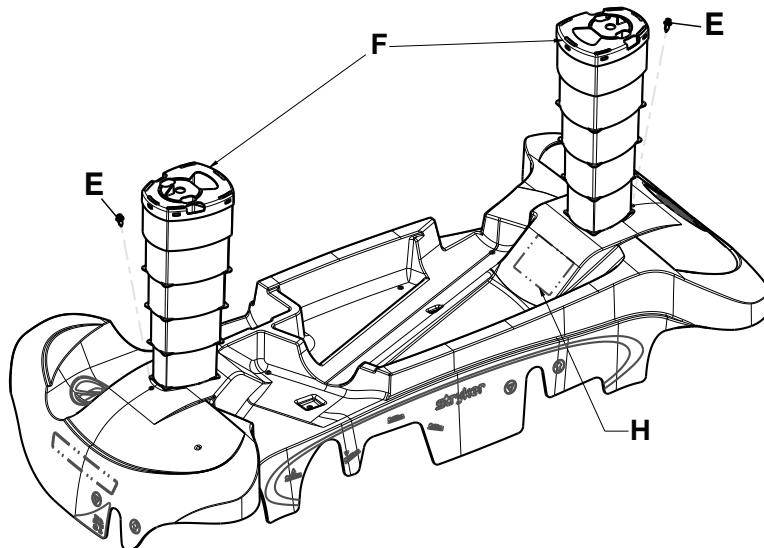

Figure 62 – Retrait du capot
14. À l'aide d'un tournevis cruciforme n° 2, retirer les ensembles scrulok (E) qui fixent le capot au support de capot, le cas échéant (Figure 62). Mettre les ensembles Scru-Lok de côté.
20. À l'aide d'un tournevis cruciforme n° 2, installer l'ensemble scrulok (E) (retiré à l'étape 14) qui fixe le capot à son support. (Figure 62).
21. Apposer l'étiquette fournie (H) sur le capot de base à l'emplacement précisé.
22. Installer les soufflets (F) (retirés à l'étape 15) par-dessus la tige de vérin aux deux extrémités du produit. Faire passer les soufflets par le trou dans le capot pour les fixer au capot de base.